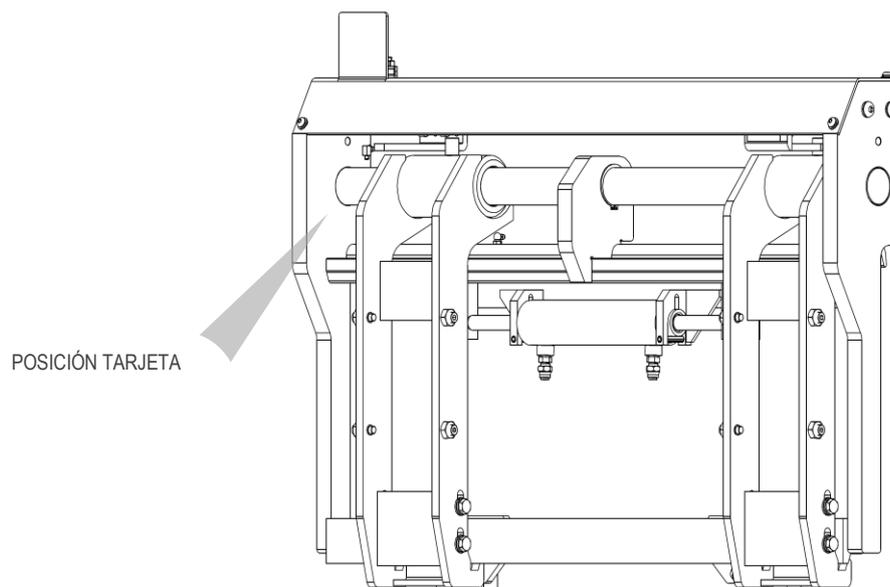

Figura 1
Todos los implementos A.T.I.B. – POSICIONADOR DE HORQUILLAS TIPO 598 | 599 son identificados de una tarjeta adhesiva (mira *Tabla 1*) puesta sobre el implemento (mira *Figura 1*), siempre referirse a la matricula.
Para la manipulación, utilice correas o cadenas del tamaño adecuado para el peso del implemento indicado en la tarjeta (mira Figura 1 y Tabla 1 a pag.7).
11. Conecte el circuito hidráulico; asegurándose de que la presión de trabajo de las tuberías sea superior o igual a la indicada en la tarjeta identificadora (mira *Figura 1* y *Tabla 1* a pag.7).
Para la manipulación, utilice correas o cadenas del tamaño adecuado para el peso del implemento indicado en la tarjeta (mira *Figura 1* y *Tabla 1* a pag.7).